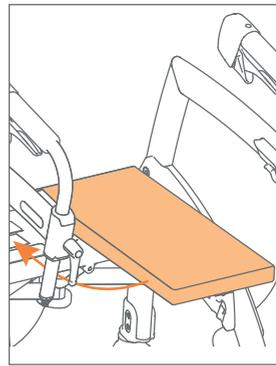

Figura 9: tirare via il cuscino e fissarlo sul sedile.
- Estrarre il cuscino del sedile e posizionarlo direttamente sul sedile (**Figura 9**).